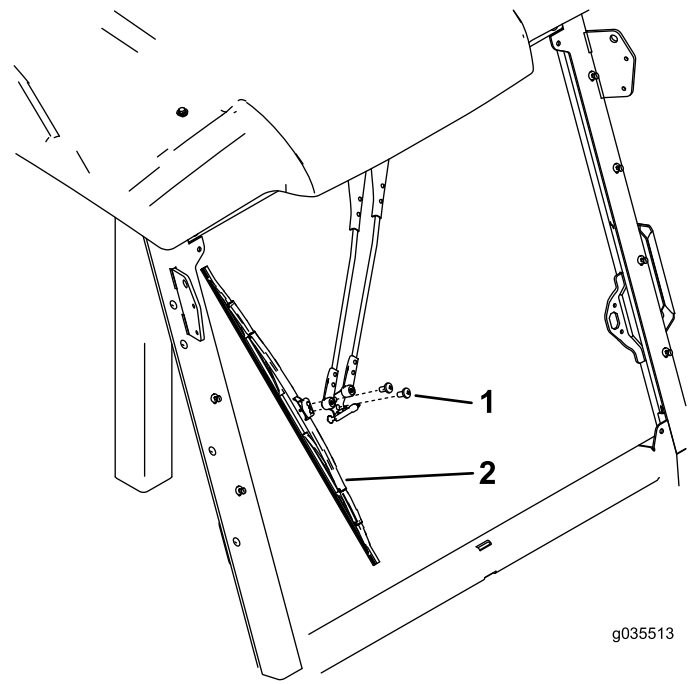

Figura 5
4. Instale la escobilla del limpiaparabrisas según se muestra en Figura 5.